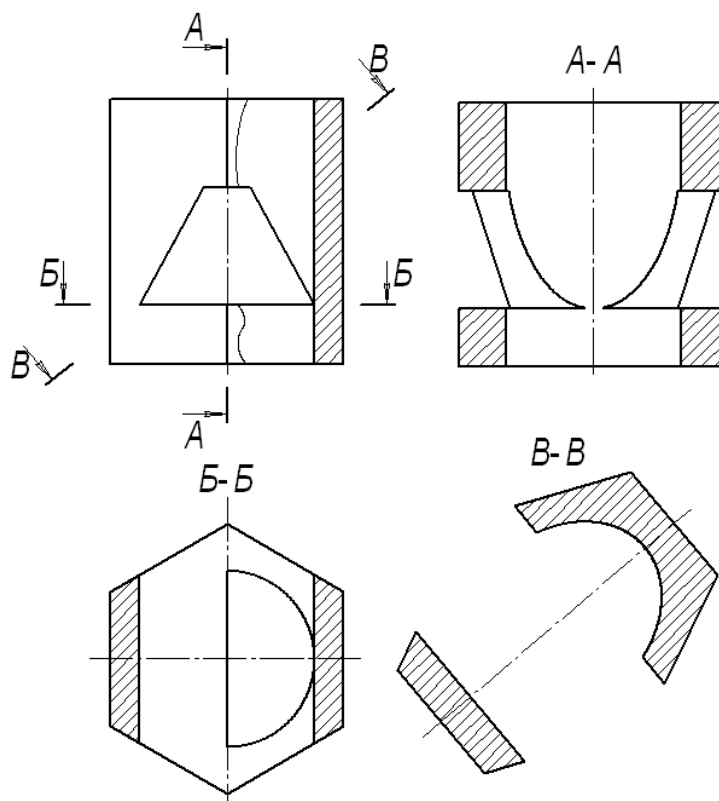

Рис.117 Построение горизонтального разреза Б-Б и сечения В-В
5. Для построения горизонтального разреза проведем через нижнюю плоскость отверстия на виде спереди линию разреза Б-Б. Предварительно обязательно двумя щелчками левой кнопки мыши вид спереди следует сделать текущим. Затем строится горизонтальный разрез (рис.117).
Рассмотрим последовательность построения чертежа призмы с вынесенным наклонным сечением Б-Б (рис.117).